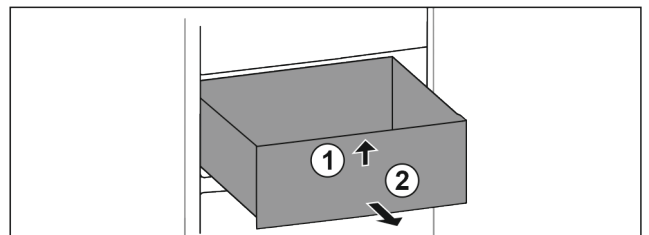

Fig. 99
- ▶ Ridicați sertarul în față. Fig. 99 (1)
- ▶ Extrageți sertarul spre înainte. Fig. 99 (2)